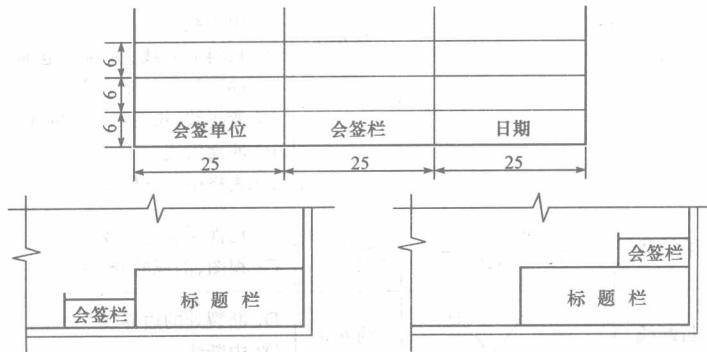

图 1-6 会签栏格式及位置图
(3)会签栏的位置、栏目、格式、尺寸宜按图 1-6 式样绘制。不需会签的图件,可不设会签栏。